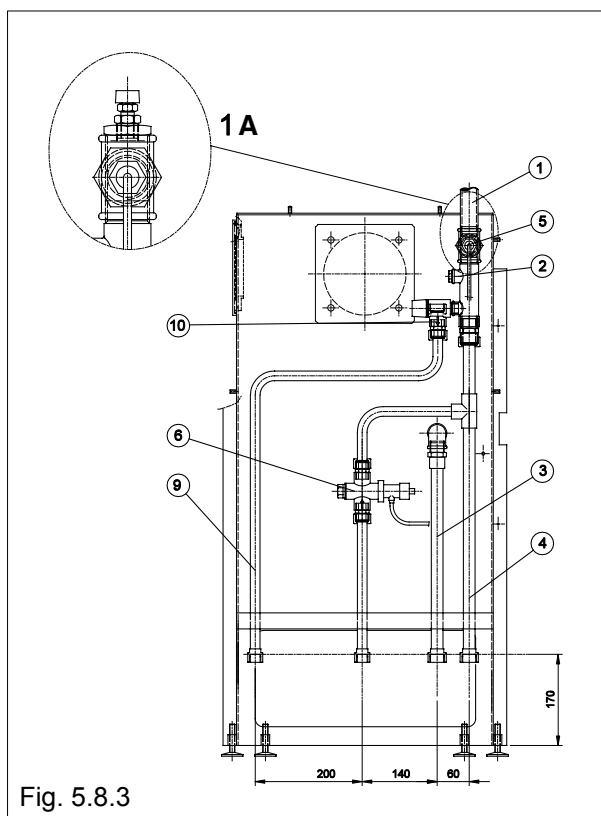

Fig. 5.8.3
- il tutto fissato alla stufa e collaudato (Fig. 5.8.3-5.8.4).
This is all attached to the stove and tested (see Figs. 5.8.3 and 5.8.4).
- Das gesamte System wird alles am Heizofen montiert und geprüft geliefert. (siehe Abb.5.8.3-5.8.4).